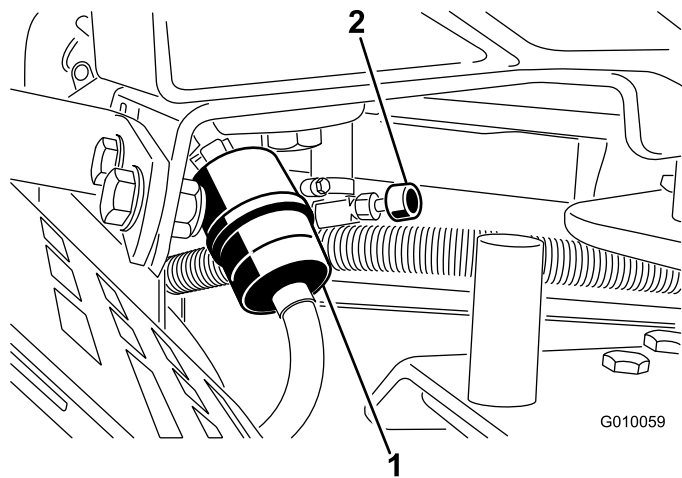

図 49
2. 燃料バルブを閉じる 図 49。
7. 燃料バルブを開く 図 49。
3. 燃料フィルタについているクランプをゆるめ、フィルタからはずす 図 49。
4. 燃料フィルタから燃料ホースを抜き取る 図 49。燃料バルブを開き、排出される燃料を適切な容器に受ける。
5. フィルタに燃料ホースをつなぎ、クランプで固定する (図 49)。
3. 古いフィルタのクランプをゆるめて脇に寄せる 図 49。
5. 新しいフィルタをホースに取り付け、クランプで固定する 図 49。